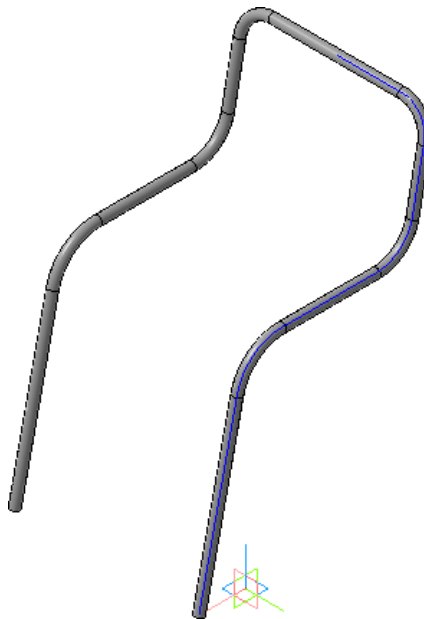

Рисунок 32.
- Ответьте Да на запросы системы относительно сохранения изменений в детали и перестроения сборки (рис. 32).